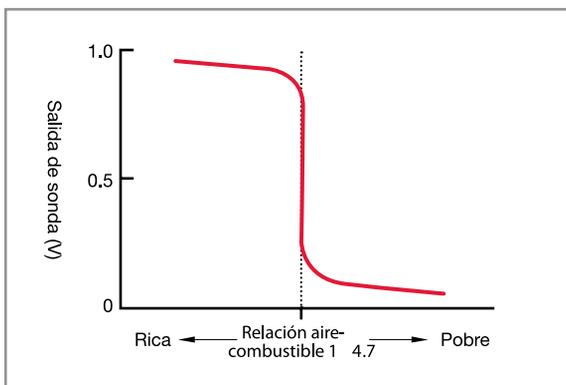

Fig 6: Salida de la sonda de zirconio.
- > Una **sonda de zirconio** produce una pequeña tensión de entre 0V y 0,8V aproximadamente, conmutando de alto a bajo alrededor de un valor Lambda de 1.00 (Fig 6).